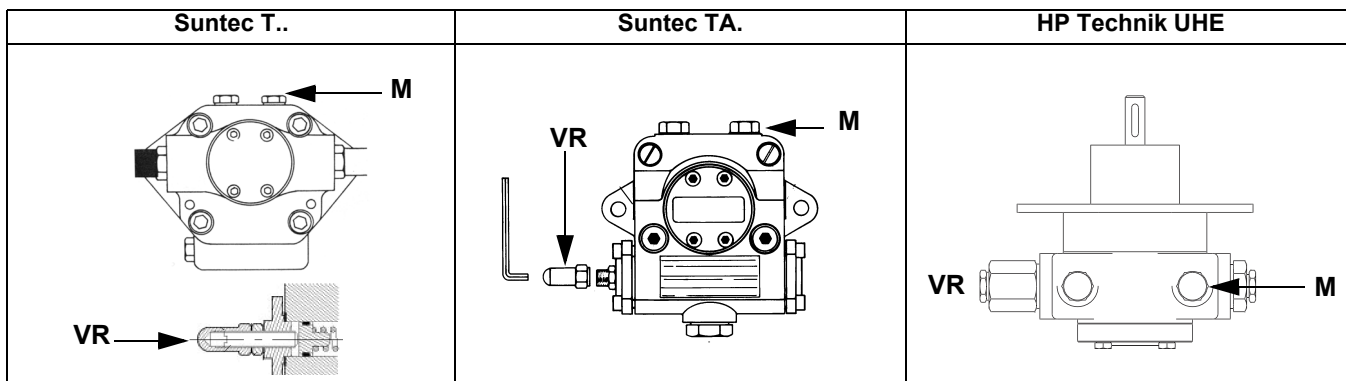
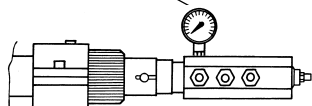
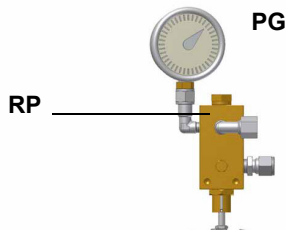

Рис. 10
Рис. 11
Рис. 12
ВНИМАНИЕ: установка выходного давления регулятора VD-R осуществляется воздействием на регулировочную кольцевую гайку (рис. 10). Положение индикатора на циферблате показывает значение давления на выходе, рассчитанное в процентах от полной шкалы PS датчика (рис. 11).
- 3 выпустить воздух со штуцера (**M**) манометра насоса (Рис. 10), расслабив слегка заглушку, но не снимая ее; затем отпустить контактор;
- 5 Давление питания форсунки уже отрегулировано заранее на заводе-изготовителе и не должно изменяться. Только в случае необходимости, отрегулировать давление питания (см. соответствующий параграф) следующим образом: установить манометр в положение, указанное на Рис. 11, воздействовать на регулировочный винт **VR** насоса (см. Рис. 12) до получения на форсунке давления в 20бар (форсунки Monarch или форсунки Bergonzo - см. на стр.33-34);